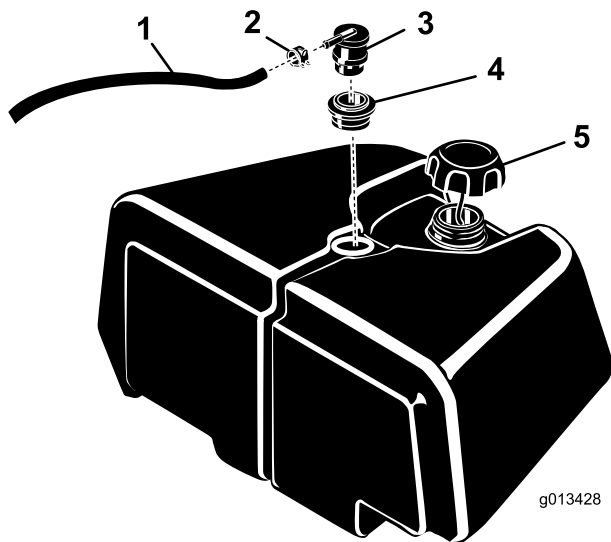

Bild 1
3. Reinigen Sie den Bereich um das Überschlagventil am Kraftstofftank, damit keine Fremdkörper in den Kraftstofftank fallen können, wenn Sie das Ventil und die Öse entfernen (Bild 1).
4. Lösen Sie die Schlauchklemme, mit der der Schlauch am Überschlagventil befestigt ist, und schließen Sie den Schlauch vom Ventil ab (Bild 1).
5. Nehmen Sie das Überschlagventil und die Öse vom Kraftstofftank ab (Bild 1).